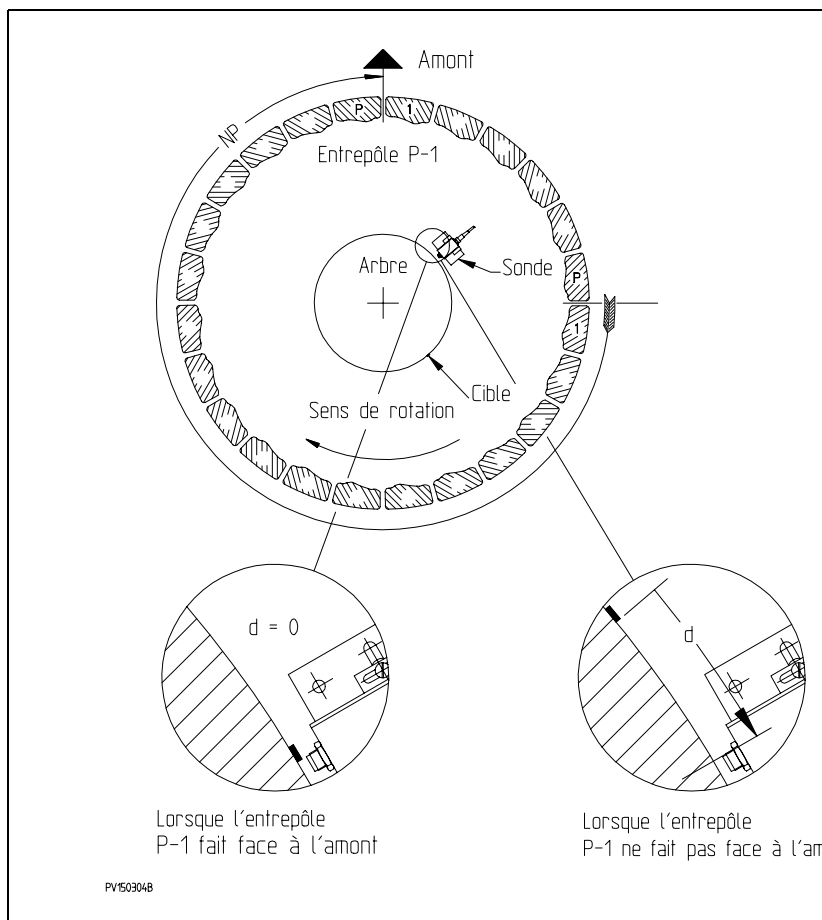

Figure 44 : Détail de l'installation de la cible
- le bord de la cible à droite de la sonde de synchronisation si l'arbre tourne dans le sens des aiguilles d'une montre (voir Figure 44 : "Détail de l'installation de la cible");